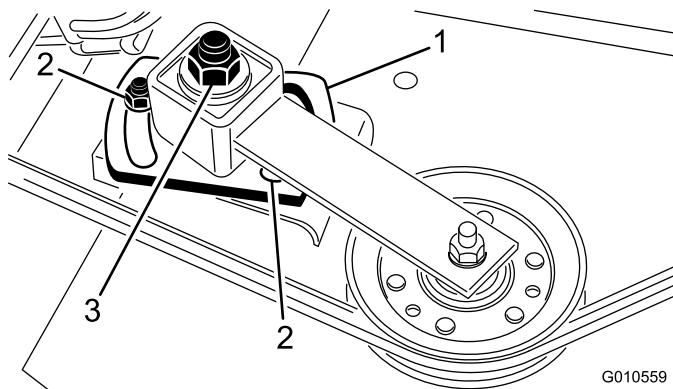

図 30
5. ソケットとトルクレンチを使用して、アイドラ調整ナットを 35-40 ft-lb (47-54 N·m = 4.8-5.5 kg·m) にトルク締めする（図 30）。